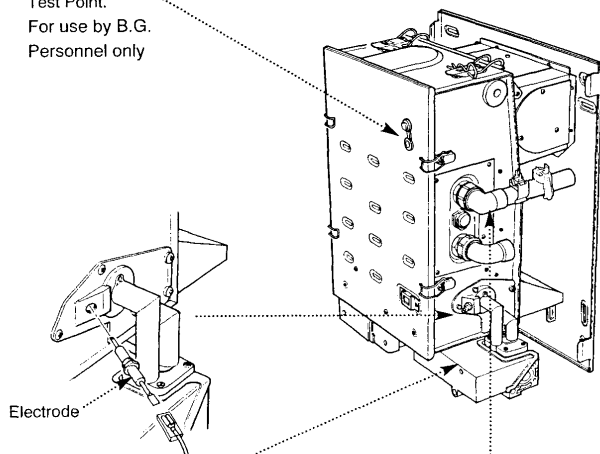

Fig. 104
10.3 Ignition Electrode (Fig. 104)